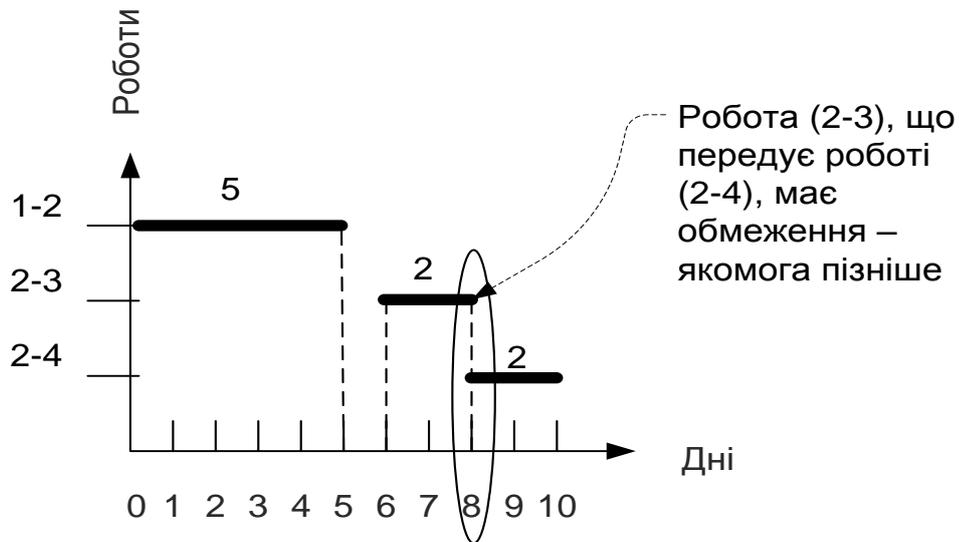

Рис. 1.29. Робота з обмеженням «якомога пізніше»
4. Закінчення роботи, яка виконується якомога пізніше, співпадає з початком наступної роботи. Наприклад, робота (2-3) має тривалість 2 і починається якомога пізніше. Наступна за нею робота (2-4) має фіксований початок – 8, тому закінчення роботи (2-3) буде день початку роботи (2-4), тобто на 8 день, а початок визначається як закінчення роботи (2-3) мінус її тривалість: $8 - 2 = 6$ (рис. 1.29).